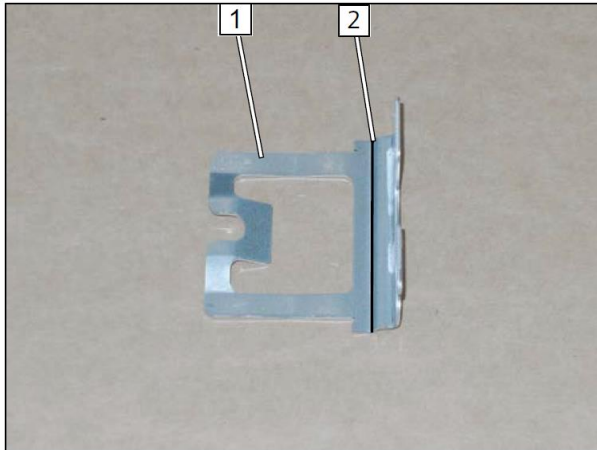

Рис.82
► Согнуть кронштейн 1 Telestart согласно Рис.82